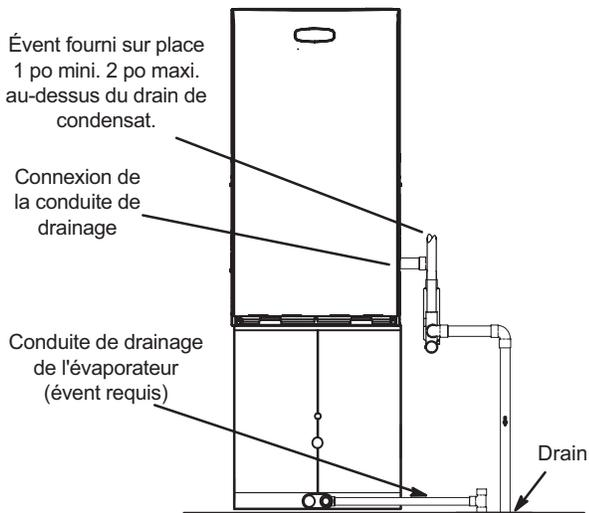
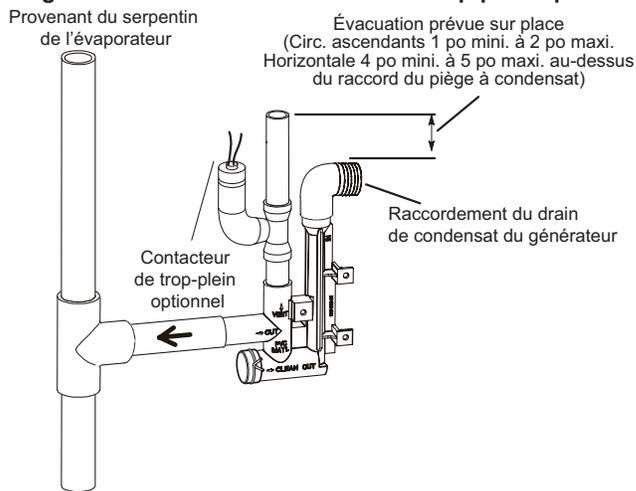

FIGURE 46
FIGURE 48
- 5 - La FIGURE 46 montre l'appareil et le serpentin d'évaporateur utilisant un drain séparé. Si nécessaire, la conduite de condensat de l'appareil et celle du serpentin d'évaporateur peuvent s'écouler ensemble. Reportez-vous à la FIGURE 47 et au FIGURE 48. L'évacuation fournie sur place doit avoir une longueur comprise entre 1 po minimum et 2 po maximum au-dessus du raccord de sortie du drain de condensat.